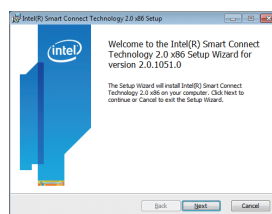

図 2
**EZ Setup**を再度起動します。**EZ Smart Connect**を選択し、**Setup**をクリックします。画面上的の指示に従って、**Intel Smart Connect Technology**ドライバをインストールします (図2)。ドライバのインストール後、システムを再起動します。